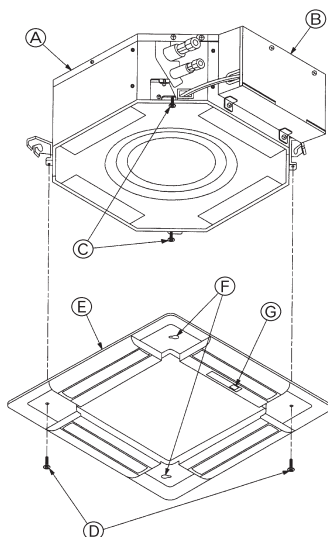

Fig. 8-6
8.3.2. Mise en place provisoire de la grille (Fig. 8-6)